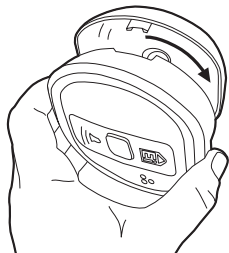

Fig.4
7. Insérez le détecteur dans son socle, appuyez et tournez pour qu'il s'imbrique (Ceci connecte les piles) - voir figure 4. Les voyants rouge, jaune et vert clignotent immédiatement à tour de rôle pour montrer qu'ils fonctionnent. De plus, les icônes des modèles à affichage s'allument brièvement.